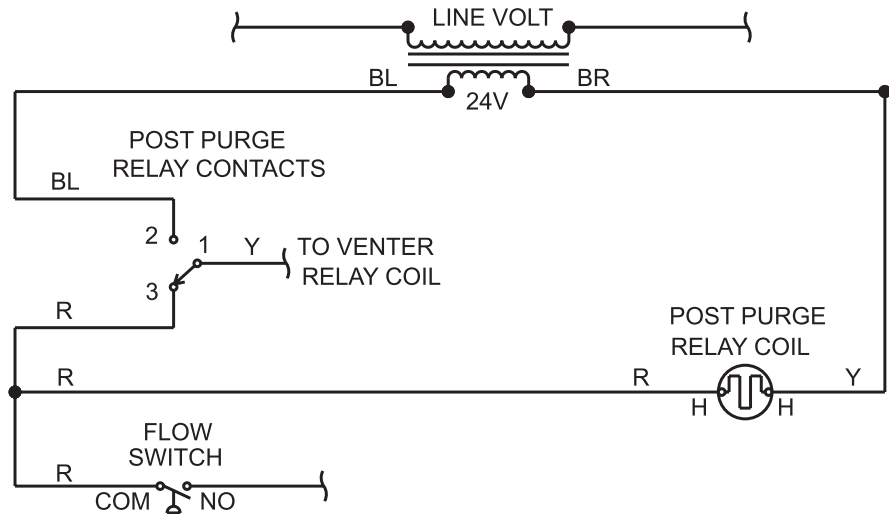

Figure 24. Schéma de câblage (kit 209187)
6. Branchez les fils du relais temporisé conformément au schéma de câblage illustré à la Figure 24.